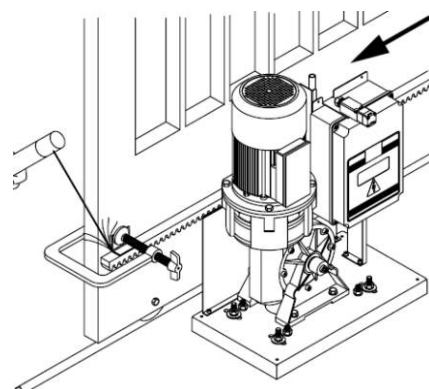

рис.8
Линейка поставляется обычно длиной 2 м. Крепеж линейки должен соответствовать структуре ворот. В данной инструкции приводится способ крепления на сварку (рис. 8).
- Установите уголок на линейку и закрепите; удерживайте линейку горизонтально и вдоль профиля звездочки и приварите в нескольких точках уголок к створке, а затем и линейку к уголку (рис.8).